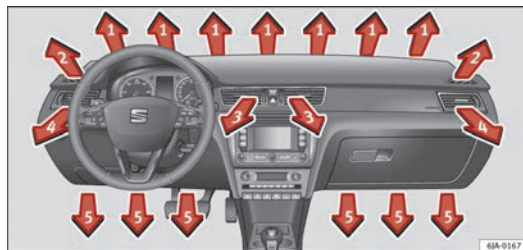
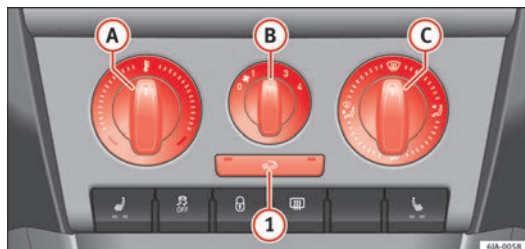

Fig. 96 Bocchette di ventilazione
Fig. 97 Riscaldamento: elementi di comando
- Per variare l'altezza di ricircolo dell'aria, modificare la posizione del comando a cursore verso l'alto o il basso ⇒ fig. 96.
La fuoriuscita dell'aria dalle bocchette di ventilazione si regola mediante il comando  ⇒ fig. 97. Le bocchette 3 ⇒ fig. 96 e 4 possono essere aperte e chiuse singolarmente.
- La temperatura aumenta ruotando il comando **A** ⇒ fig. 97 verso destra.
- Azionare il ventilatore, ruotando il comando **B** ⇒ fig. 97 fra le posizioni da 1 a 4.
- Ruotando il comando **C** ⇒ fig. 97, si regola l'afflusso d'aria alle rispettive bocchette ⇒ pagina 132, Bocchette di ventilazione.
Tutti gli elementi d'uso, ad eccezione del comando **B** ⇒ fig. 97, possono essere regolati su qualsiasi posizione intermedia.
- Comandi A ⇒ fig. 97 ⇒ pagina 133, B, C e tasto ①.
- Premere il tasto ① ⇒ fig. 97 ⇒ pagina 133, la spia all'interno del tasto si accende.
- Premere nuovamente il tasto ① ⇒ fig. 97 ⇒ pagina 133, la spia all'interno del tasto si spegne.
Se la bocchetta di ventilazione C ⇒ fig. 97 ⇒ pagina 133 è in posizione